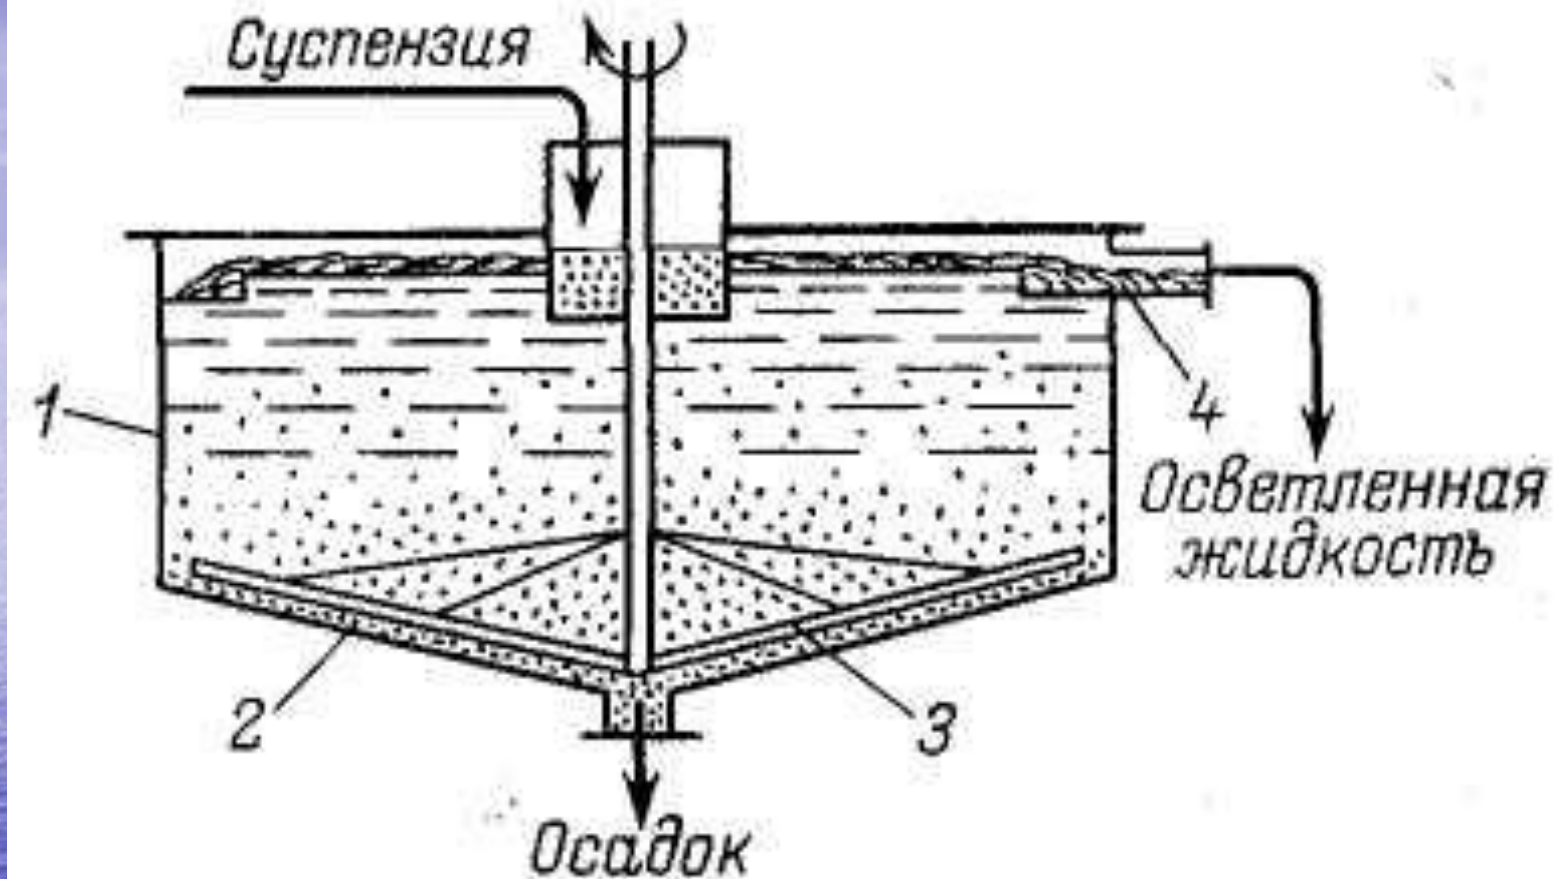

Рис. 2. Отстойник для суспензий: 1 - цилиндрический корпус; 2 - днище; 3 - гребковая мешалка; 4 - кольцевой желоб для сбора осветленной жидкости
- В промышленности широко применяют отстойники непрерывного действия с гребковой мешалкой (рис.2).